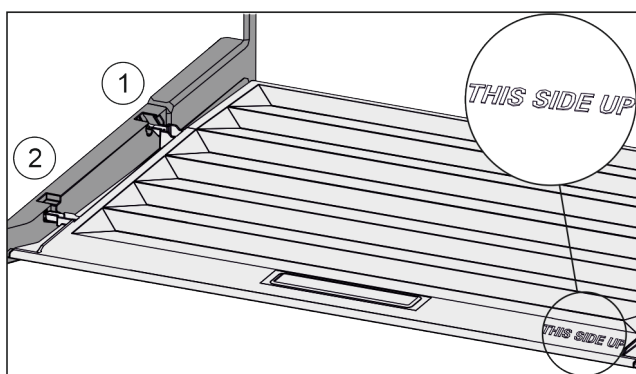

Fig. 55
- ▶ Introduire les rainures du couvercle par l'orifice du support arrière Fig. 55 (1) et les enclencher à l'avant dans le support Fig. 55 (2).